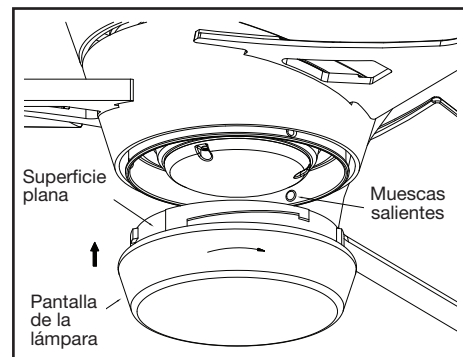

Figura 17
5. Coloca la pantalla de la lámpara dentro de la carcasa del kit de luces alineando las tres áreas planas en la parte superior de la pantalla de la lámpara con las tres muescas salientes en la carcasa del kit de luces. Gira la pantalla de la lámpara hacia la derecha hasta que se detenga. (Figura 17)